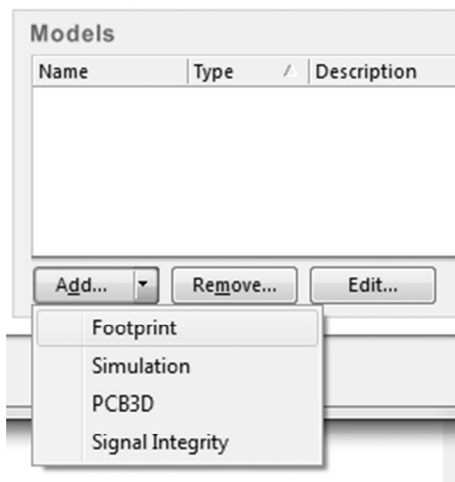

Рис. 2.16. Добавление модели ПМ к компоненту
2. Откройте окно свойств компонента, к которому необходимо добавить ПМ, кликнув дважды ЛКМ на имени компонента в панели **SCH Library**. Нажмите на маленькую стрелочку справа от кнопки **Add...** в разделе **Model** диалога *Library Component Properties* и выберите из выпадающего списка **Footprint** (рис. 2.16).